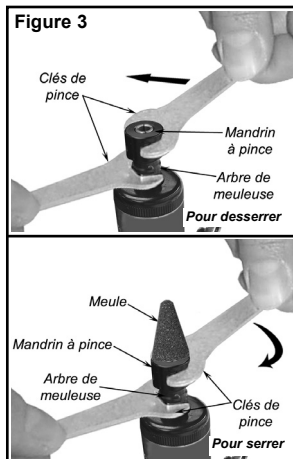

Figure 3
- Desserrez le mandrin à pince à l'aide des clés de pince fournies avec l'outil, en plaçant une clé sur les parties plates de l'arbre de la meuleuse afin de l'empêcher de tourner. Placez ensuite l'autre clé sur les parties plates du mandrin à pince et tournez dans le sens antihoraire pour le desserrer (voir Figure 3).
- Desserrez le mandrin à pince à l'aide des clés de pince fournies avec l'outil, en plaçant une clé sur les parties plates de l'arbre de la meuleuse afin de l'empêcher de tourner. Placez ensuite l'autre clé sur les parties plates du mandrin à pince et tournez dans le sens antihoraire pour le desserrer (voir Figure 3). Retirez le mandrin à pince de l'outil.